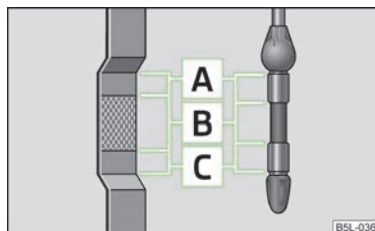

Bild 100
Oljemätstickan visar motoroljans nivå.» bild 100
- Oljenivån får aldrig ligga över område **A** » **bild 100**. Skaderisk på avgassystemet!